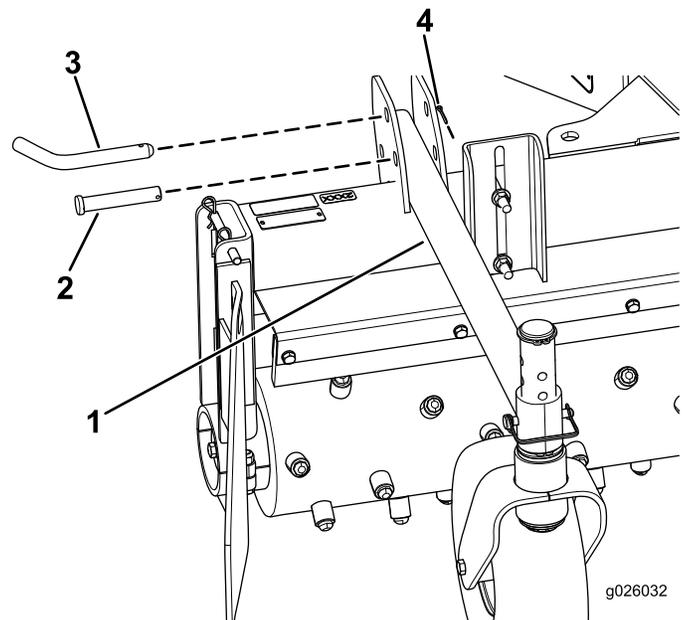

Figura 4
2. Sujete los brazos de las ruedas giratorias en su lugar con los pasadores de enganche (5/8 x 3 pulgadas), los pasadores (5/8 x 3,5 pulgadas) y las chavetas (0,094 x 1 pulgada), según se muestra en la Figura 4.